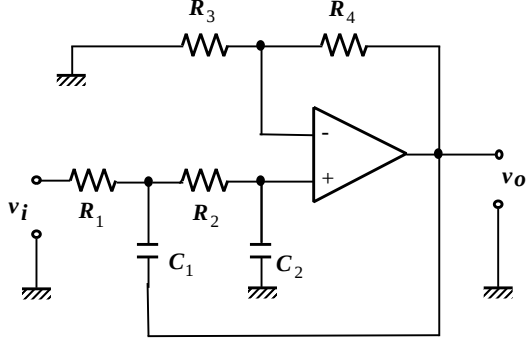
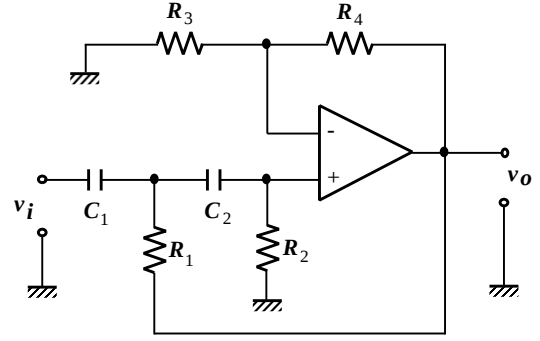
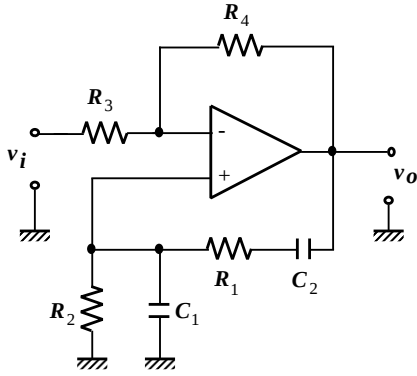
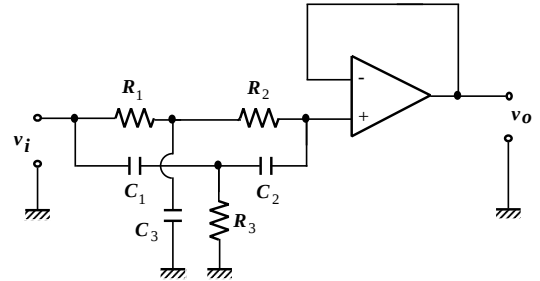

図 9: LPF 回路
図 10: HPF 回路
図 11: BPF 回路
図 12: BEF 回路
1. LPF(図 9)、HPF(図 10)、BPF(図 11) または BEF(ノッチフィルタ)(図 12) のどれか一つを選び、回路にしたがって抵抗、コンデンサをボード上に結線し、入力には正弦波発生器を接続。オシロスコープの 1CH は入力、2CH は出力とする。